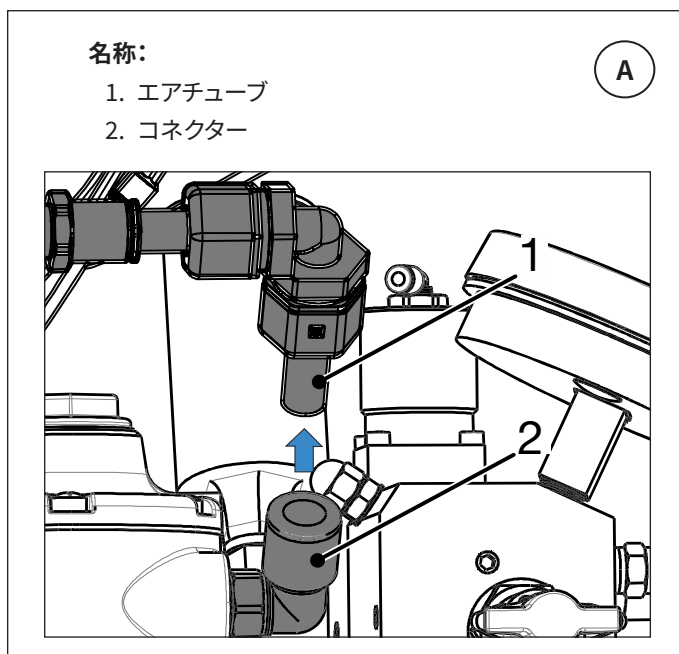
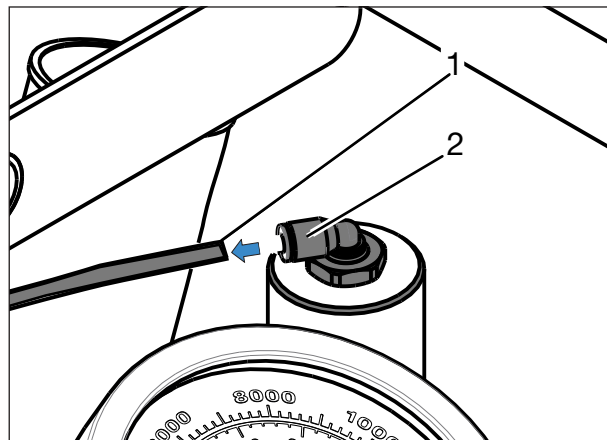

図11: エアチューブの取り外し - 位置A
図12: エアチューブの取り外し - 位置B
3. 図11と図12に示す位置「A」と「B」でポンプのエアチューブの接続を外します。
13. ポンプのエアチューブを元どおりに接続します。図11と図12を参照してください。